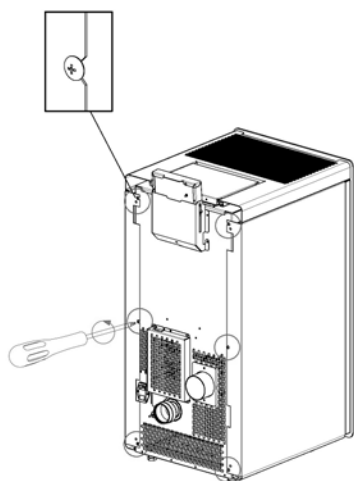

Fig. 70 - Draai de schroeven los
- Draai de 4 schroeven achteraan los (zie **Fig. 70**).
- Draai de 6 schroeven achteraan los (zie **Fig. 70**).